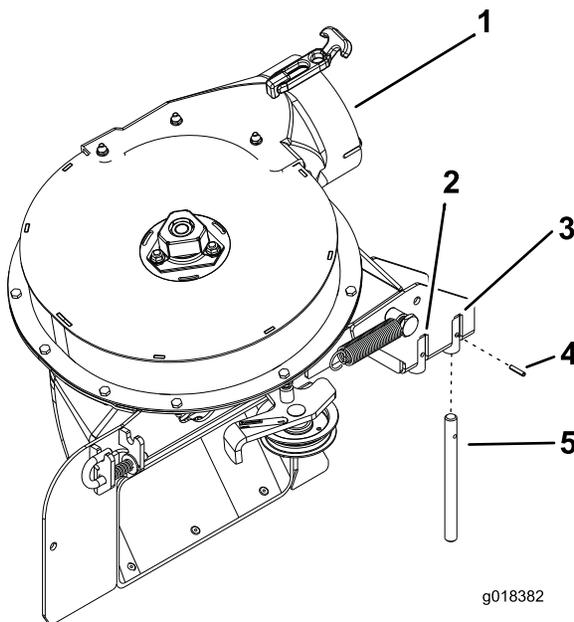

Figura 34
Compruebe que el pasador de giro está colocado en el conjunto del soplador en la posición correcta (Figura 34).
- Si tiene una carcasa de corte de 122 cm o 132 cm, instale el pasador de giro en el taladro delantero (Figura 34).
- Si tiene una carcasa de corte de 152 cm, instale el pasador de giro en el taladro trasero (Figura 34).